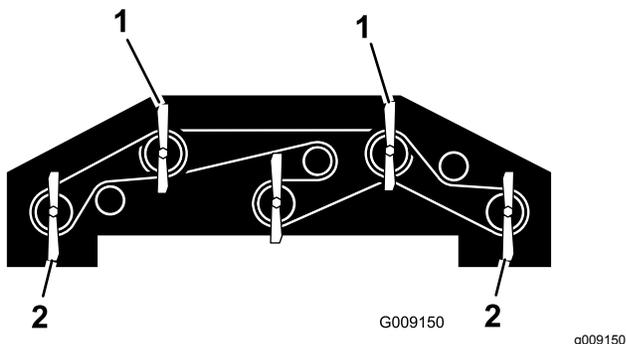

Figure 133
1. Tournez chaque lame pour qu'elle pointe vers l'avant (Figure 133).